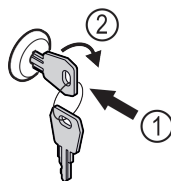

Fig. 103
- ▶ Uvucite ključ Fig. 103 (1).
- ▶ Okrenite ključ za 90° nadesno Fig. 103 (2).